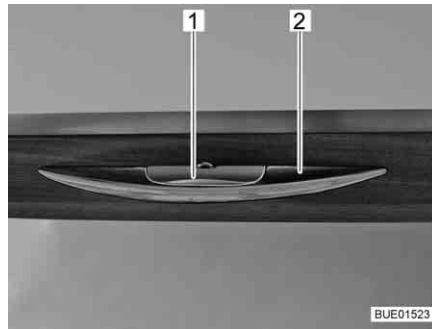

Fig. 76 Maniglia con listello di sblocco
- Premere il listello di sblocco (Fig. 76,1) e mantenerlo premuto.
- Tirare la maniglia (Fig. 76,2) finché lo sportello del mobile non si apre.